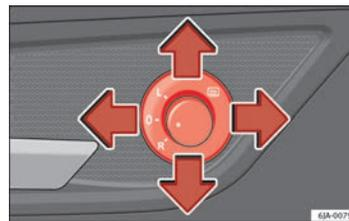

Fig. 69 Interno della porta: manopola
- Portare la manopola in posizione ☰ ⇒ fig. 69.
- Portare la manopola in posizione L ⇒ fig. 69. I movimenti dello specchietto sono identici a quelli della manopola.
- Portare la manopola in posizione R ⇒ fig. 69. I movimenti dello specchietto sono identici a quelli della manopola. ▶